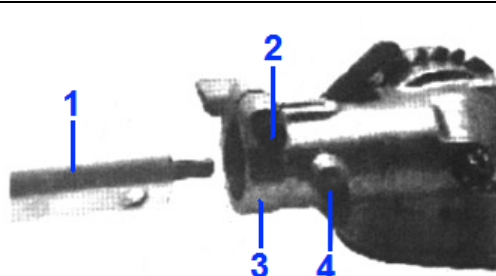

Fig. HT14
2. Lubrificare la scatola ingranaggi. Per eseguire questa operazione, rimuovere prima la scatola ingranaggi dal tubo esterno (vedi Fig. HT14):